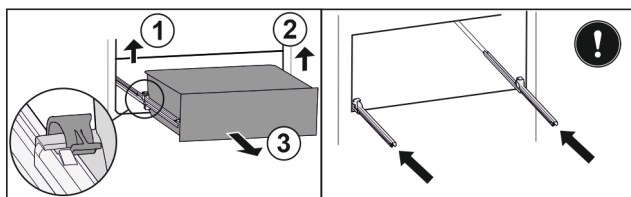

Fig. 21
- ▶ Zvedněte levou svorku a současně vytáhněte zásuvku vlevo dopředu. Fig. 21 (1)
- ▶ Zvedněte pravou svorku a současně vytáhněte zásuvku vpravo dopředu. Fig. 21 (2)
- ▶ Vyjměte zásuvku dopředu. Fig. 21 (3)